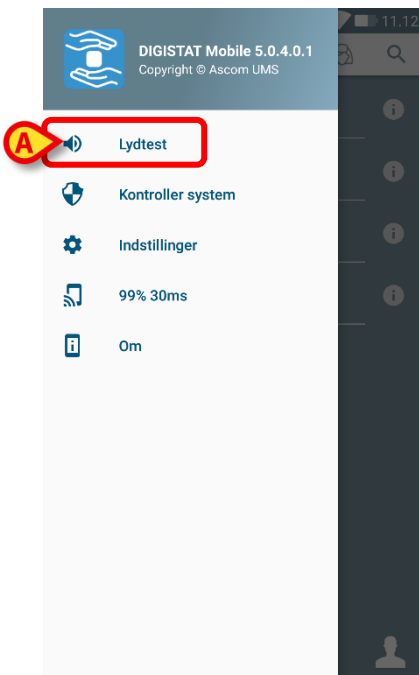

Fig 26
Den følgende menu vises (Fig 26).
- Berør **Lydtest** funktionen (Fig 26 **A**).